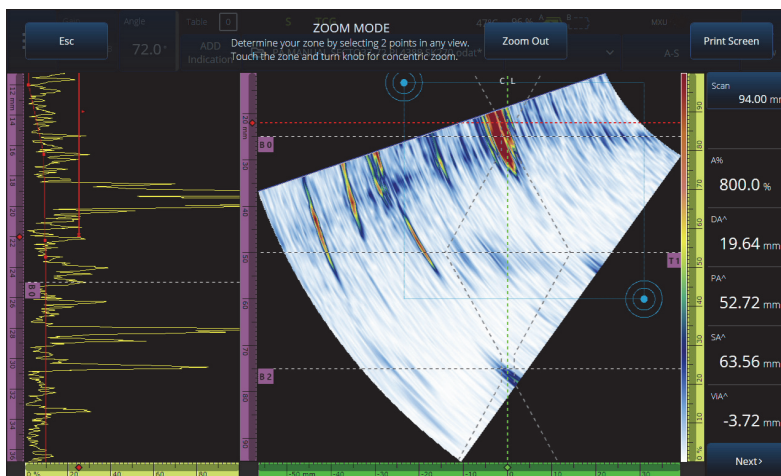

Figure 2-11 Vue agrandie
1. Appuyez sur la touche  pour activer ou désactiver le mode de zoom (Figure 2-11 à la page 44).
- ◆ Appuyez sur la touche  pour activer le mode de zoom (Figure 2-11 à la page 44), et puis appuyez sur **Print Screen** (Écran d'impression) dans l'affichage.